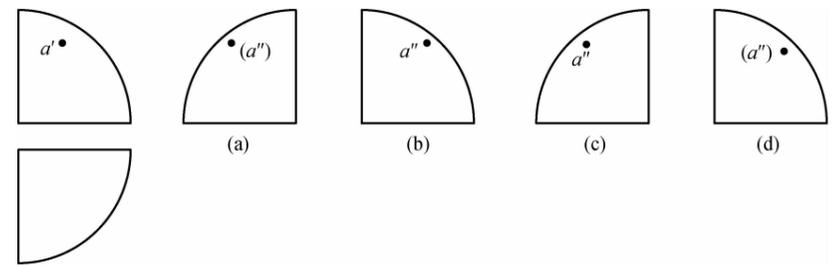

图 1-2
- 图 1-2 所示几何体左视图及其表面上点 A 的侧面投影都正确的是()。